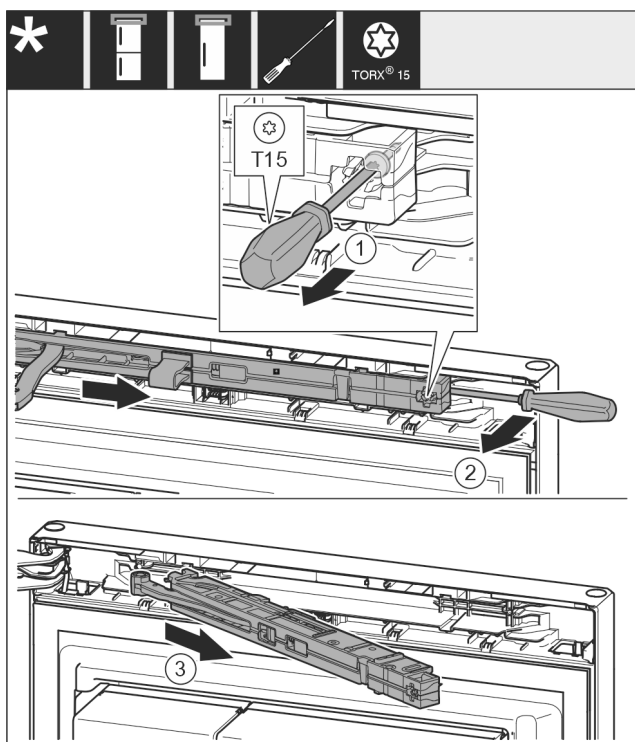

Fig. 11
- ▶ За допомогою викрутки T15 ослабте гвинт на демперному вузлі приблизно на 14 мм. Fig. 11 (1)
- ▶ Переміщаючи викрутку з боку ручки за демперний вузол, поверніть вузол уперед. Fig. 11 (2)
- ▶ Витягніть демперний вузол. Fig. 11 (3)